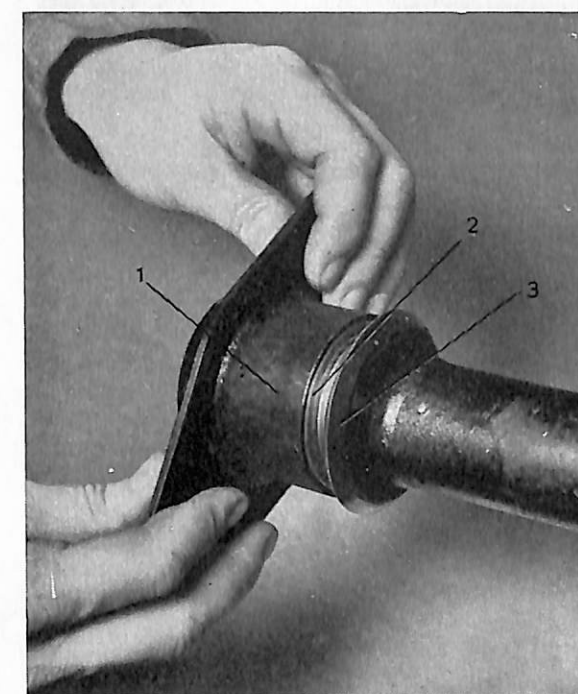
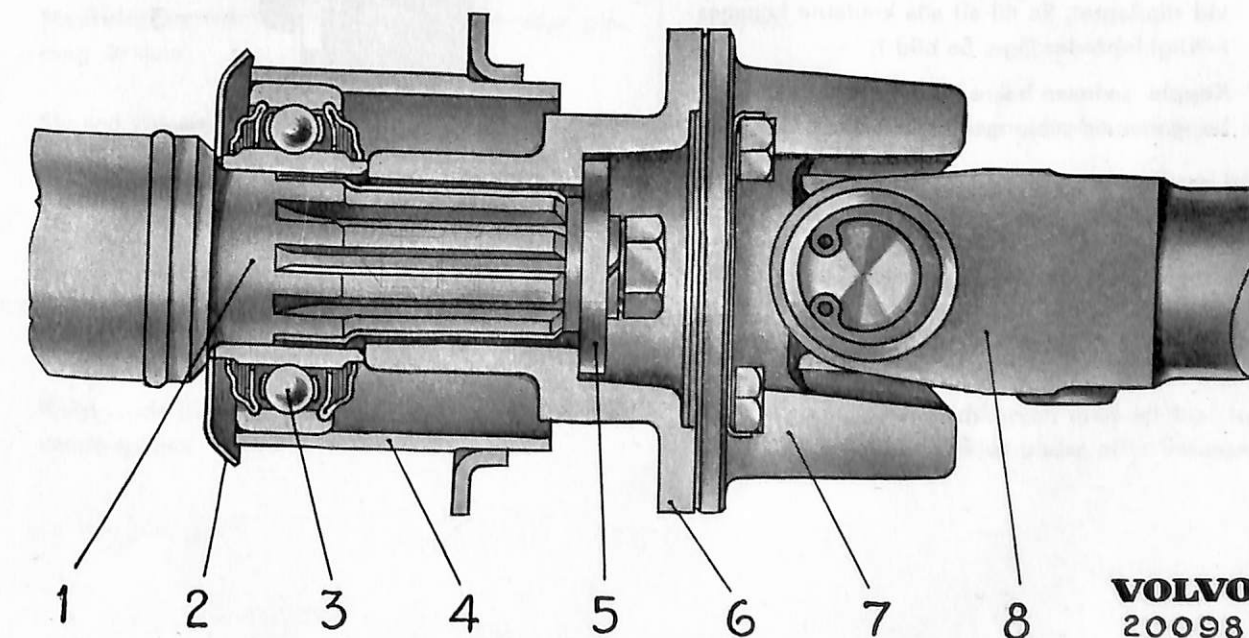

Bild 12. Hopsättning av lagerhus.
Bild 13. Lagerhus med lager.
2. Sätt på stänkskyddet (3, bild 12).
3. Skjut på lagerhus (1) med lager (2).
4. Skjut på medbringaren (6, bild 13). Se därvid till att hålen i denna kommer mitt för hålen i främre knutens medbringare. Använd dorn SVO 4034.